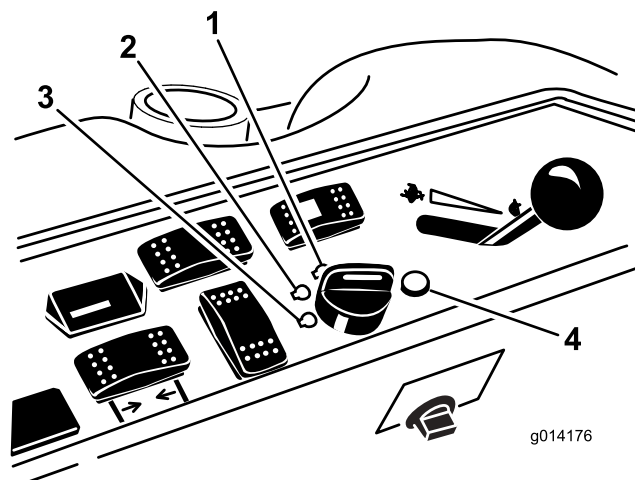

Figura 10
6. Gire la llave de contacto a la posición Marcha (Figura 10).
3. Gire la llave de contacto a la posición de Desconectado (Figura 10). Espere a que se detengan todas las piezas en movimiento antes de abandonar el puesto del operador.